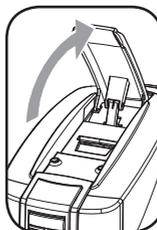

Fig.1
- 8- Ridicați maneta de deschidere a compartimentului pentru capsule (Fig.1).